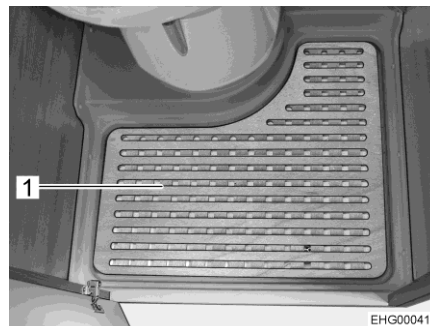

Fig. 102 Piastra del pavimento rimovibile
- Rimuovere la piastra del pavimento (Fig. 102,1) per utilizzare la doccia.